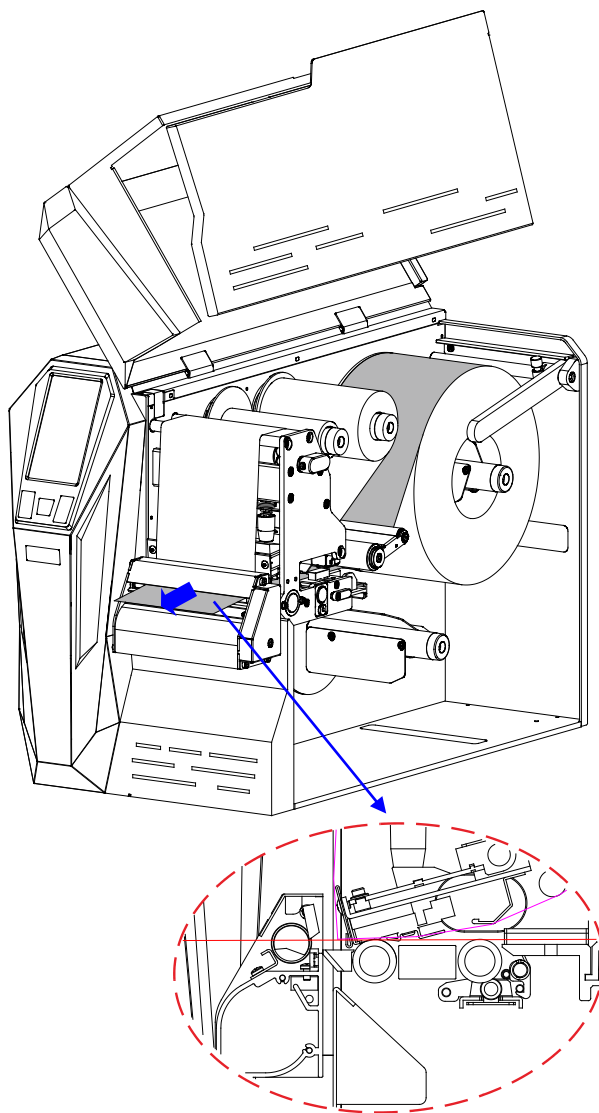

图 2-22 穿出标签纸
2. 参考图 2-5 所示的标签纸路径，将标签依次通过导纸辊组件下方、纸张探测器组件中间，然后从切刀口中间穿出，如图 2-22 所示。